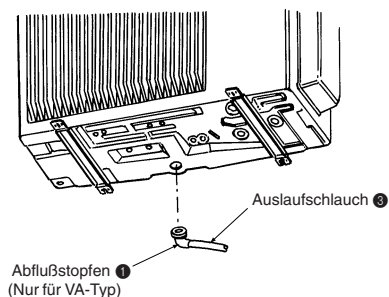

Fig. 4-1
4. Abflußrohr für Außeneinheit (Fig. 4-1)